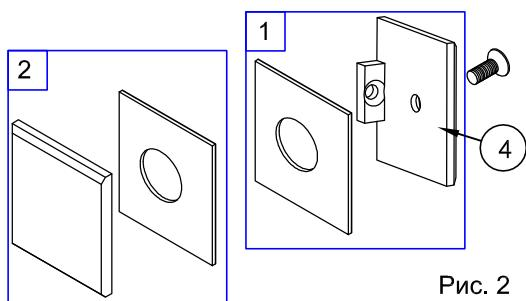
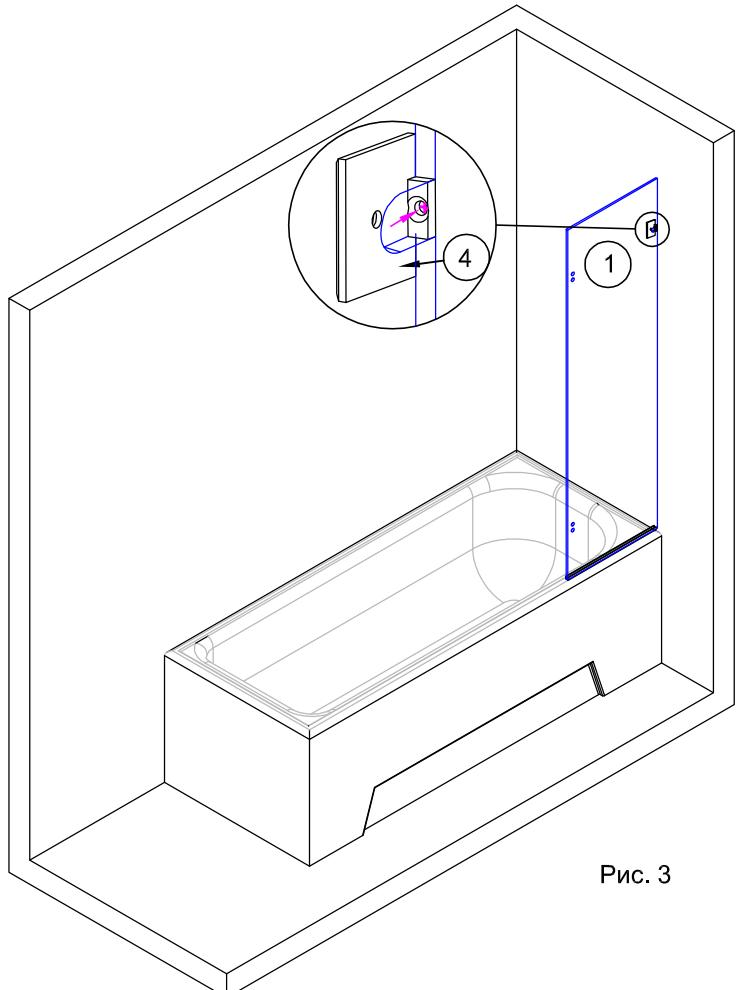

Рис. 2
Рис. 3
2.1. Шестигранным ключом раскрутить держатель стекла №4 (рис.2). Установить стеклянную панель №1 в профиль №3 на ванне (рис.3).
2.2. С внутренней стороны стекла в вырез установить комплект 1 держателя №4 (рис.2). Отметить на стене место отверстия для крепления держателя №4 (рис.3). Отставить стекло и держатель в сторону.
2.3. Выполнить сверление отверстия в стене по разметке. Диаметр отверстия 8мм , глубина не менее 40 мм. Вставить в отверстие дюбель №12 (рис.3).
2.8. Установить комплект 2 держателя №4 (рис.2) с внешней стороны стекла и скрутить пакет 1, стекло и пакет 2 винтом.